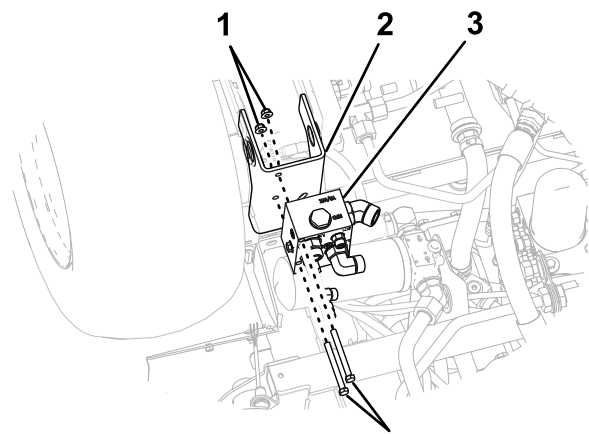

Bild 9
2. Befestigen Sie den Mengenteilerverteiler mit den zwei Sechskantschrauben und zwei Bundmuttern an der Chassishalterung (Bild 9).
1. Fluchten Sie die Löcher im Mengenteilerverteiler mit den Löchern in der Chassishalterung aus (Bild 9).